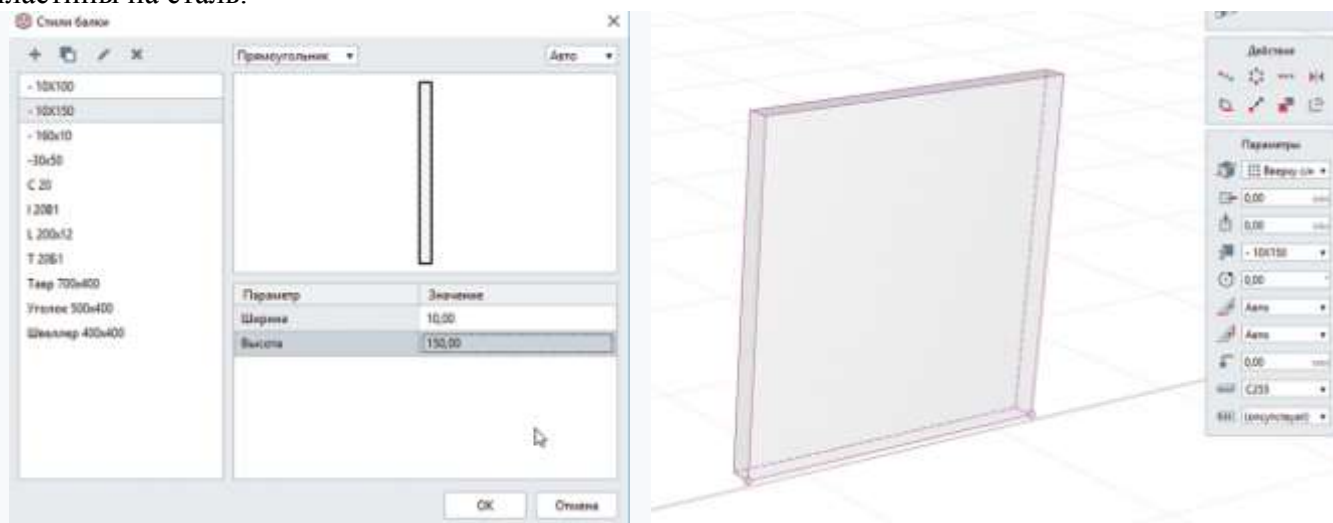

Рисунок 13.3 -. Задание профиля для закладной детали. Моделирование пластины закладной детали
4. Смоделируем пластину закладной детали инструментом *Балка*. Для этого создадим новый профиль в стилях балки (рис. 13.3). Отстраиваем пластину в окне сборки. Поменять материал пластины на сталь.